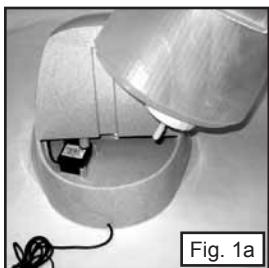

Fig. 1a
- 4) Lyft upp behållaren och kontrollera att intagsslangen är korrekt införd i motorn. (Fig. 1a &1b)